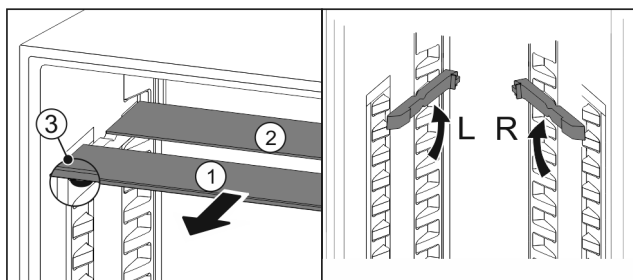

Fig. 134
- ▶ 将玻璃隔板逐个向前拉出 Fig. 134 (1)。
- ▶ 带装饰条的玻璃隔板 Fig. 134 (1)在前。
- ▶ 阻挡装置 Fig. 134 (3)指向下方。